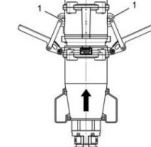

Abb. 9: Verschlusshebel einhaken
2. Verschlusshebel des Steckers an der Rille der Steckdose einhaken (Abb.9/1)